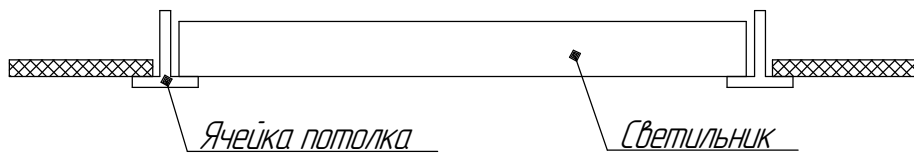

Рисунок 2 - Схема установки светильника
5.3 Установите светильник на опорную поверхность (см. рисунок 2).
5.7 Установите проставки пластиковые поз.4 в отверстия возле крепежных мест (см. рисунок 2).